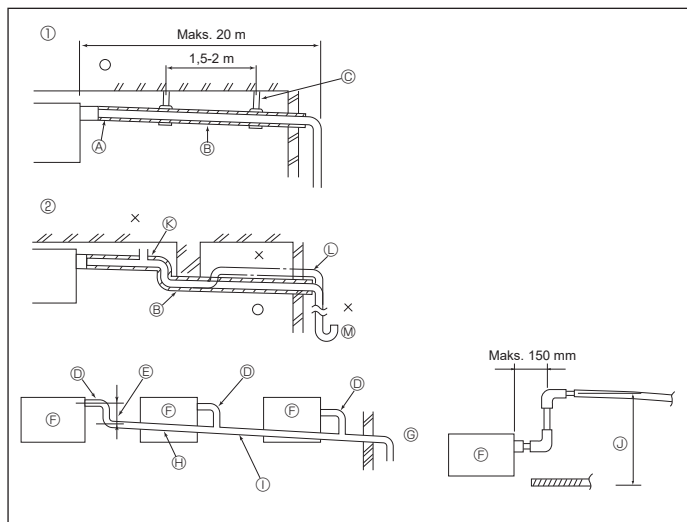

Fig. 6-1
6.1. Drenering røropplegg (Fig. 6-1)